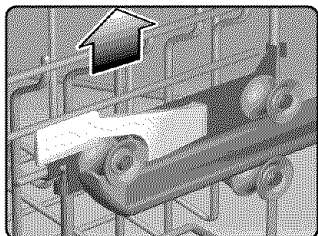

Figure 10/Ilus. 10
- 5) You do not need to press the RackMatic™ handles to raise the rack. Grasp the upper rack by the upper edge and gently pull it upward, as shown in Figure 10, until the RackMatic™ handles lock the rack into position.
- 5) Il n'est pas nécessaire de presser les poignées RackMatic^{mc} pour soulever le panier. Saisir le panier supérieur par le bord supérieur et délicatement le tirer vers le haut, figure 10, jusqu'à ce que les poignées RackMatic^{mc} se verrouillent en position.
- 5) No es necesario que oprima las manillas del RackMaticTM para elevar el estante. Agarre el estante superior por la orilla superior tal como muestra la Ilustración 10 y delicadamente jálelo hacia arriba hasta que las manillas del RackMaticTM enganchen el estante en su posición.